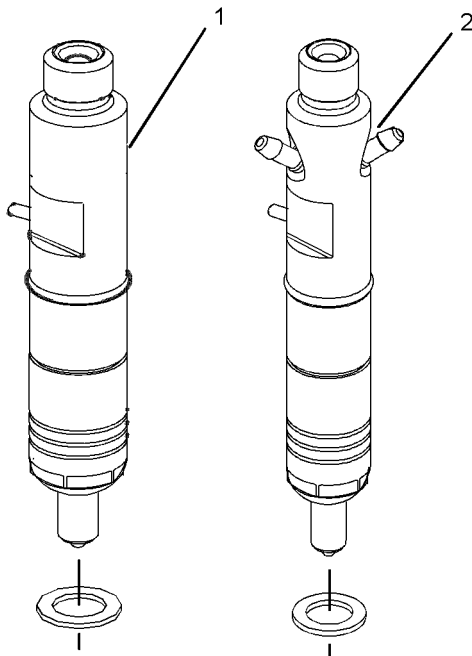

Ilustración 49
El inyector de combustible (1) en la ilustración 49 no tiene retorno de combustible. El inyector de combustible (2) tiene un retorno de combustible.